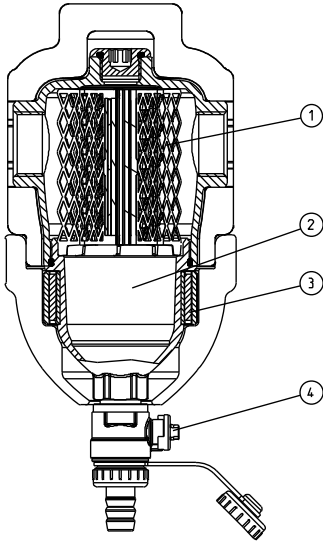

Fig. 2: Positionstegning
Det medfører desuden tilstopning af varmevekslere, varmeelementer og ledninger med heraf følgende nedsat termisk virkningsgrad på anlægget. Slamudskilleren udskiller effektivt selv de mindste partikler (der især består af sand- og rustpartikler) med et meget lille tryktab. Det indvendige element (se fig. 2 pos. 1) består af flere radialt placerede net.
Smudset i vandet rammer disse net, udskilles og synker ned i den nederste del af huset (se fig. 2 pos. 2)
Magnetringen (se fig. 2 pos. 3) forbedrer udskilningen af jernholdigt smuds. Magnetringen kan desuden trækkes af huset, så det aflejrede smuds kan løbe ud ved at åbne kuglehanen, også når anlægget kører (se fig. 2 pos. 4).